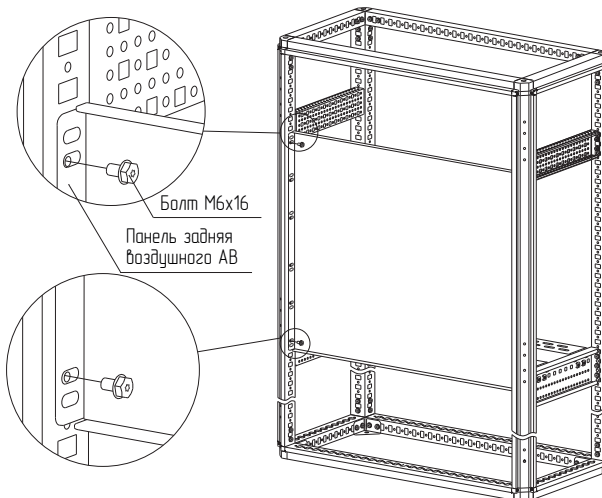

Рисунок 39
– вариант 1. Болтами М6×16 (рисунок 39). Момент затяжки – 7 Н·м. Болты приобретаются отдельно;